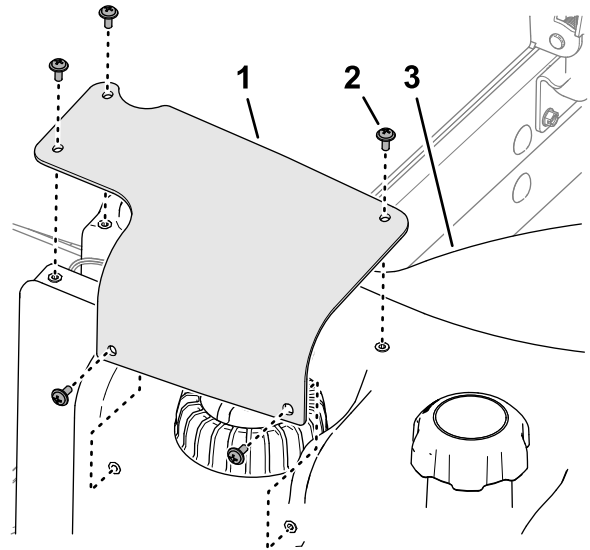

Figura 85
2. Retire los 5 tornillos Phillips que sujetan la tapa del sensor de combustible al depósito de combustible, y retire la tapa (Figura 85).